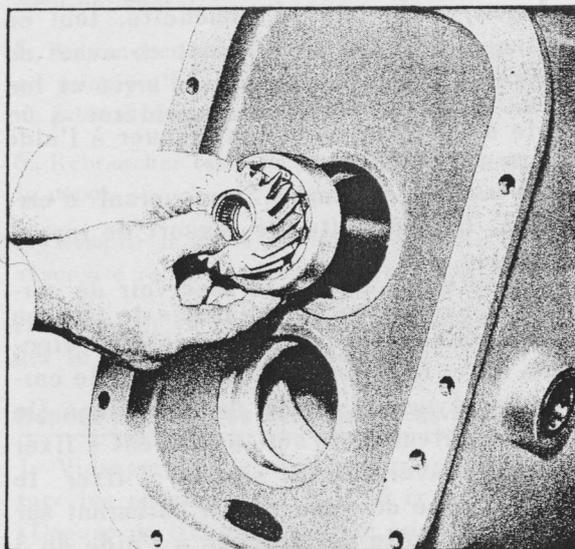

Fig. 7 = Dépose de l'Arbre d'embrayage
6. Enlever le circlip fixant le roulement à billes d'arbre primaire sur le carter d'embrayage puis retirer l'ensemble/roulement (fig.7).